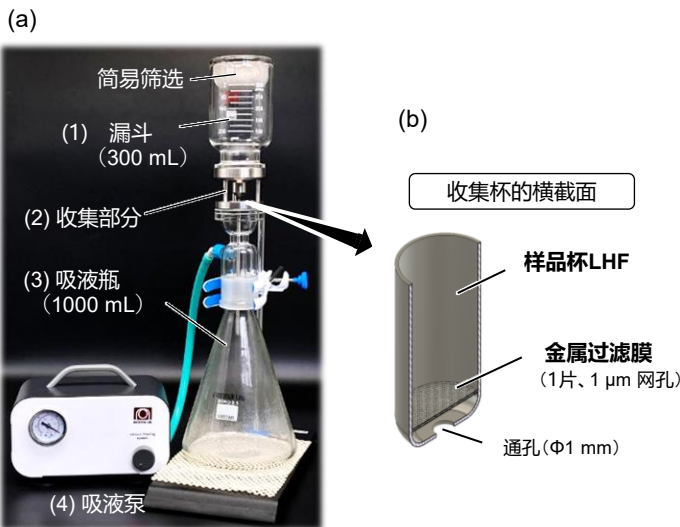

Fig. 1 (a) SFPC的外观、(b) 收集杯的结构
**[装置]** SFPC主要由以下部分组成:(1)漏斗, (2)收集单元, (3)吸液瓶, 以及(4)吸液泵 (Fig.1(a))。通过更换收集单元的部分部件, 可以选择三种收集方式: ①杯收集法, ②小型石英过滤器法, 以及③大型石英过滤器法\*2。在①杯收集法中, 如Fig1. (b) 所示, 将金属过滤膜安装在热裂解设备用样品杯 (样品杯LHF, 由Frontier Lab Co., Ltd.制造) 内, 该样品杯底部设有通孔, 使得收集在过滤膜上的细颗粒能够随样品杯直接进入裂解设备。
**[方法]** 将金属滤膜安装到样品杯LHF上, 并将其置于 SFPC 的过滤收集段中(Fig. 1)。使用 300 mL 超纯水作为样品来评估过滤速率。为了评估回收率, 使用模型样品水, 其中将 0.150 mg 聚丙烯 (PP) 粉末 (平均粒径 5 μm) 和聚乙烯 (PE) 粉末 (平均粒径 10 μm) 分散在 50 mL 水/乙醇 (3:2, w/w) 混合溶液中。使用 SFPC 将细颗粒收集到收集杯中, 并通过收集前后收集杯的重量差计算细颗粒的重量回收率。